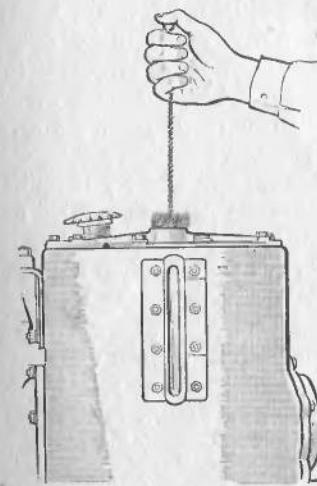

Рис. 86. Очистка стекла расширительного бачка
*очистить ёршом водомерное стекло расширительного бачка (рис. 86);